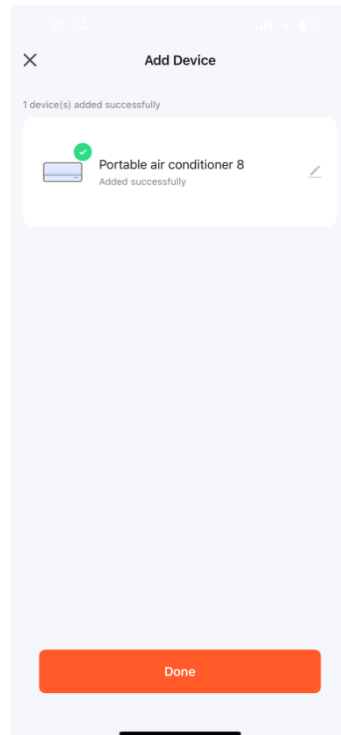

Abb.8
3.8. Jetzt können Sie Ihr Gerät in der Steueroberfläche bedienen. Tippen Sie auf die Schaltflächen, um Ihr Gerät einzustellen. (Abb.8)